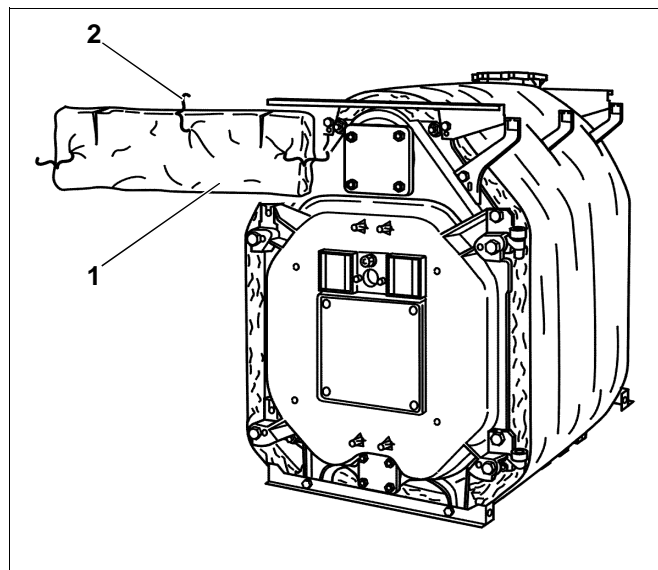

Fig. 43 Montaggio dell'isolazione termica anteriore
- Applicare l'isolazione termica rettangolare (fig. 43, **pos. 1**) con gli intagli in alto, anteriormente sopra la porta.
- Attaccare l'isolazione termica a quella del blocco caldaia, mediante 3 molle di fissaggio (fig. 43, **pos. 2**).